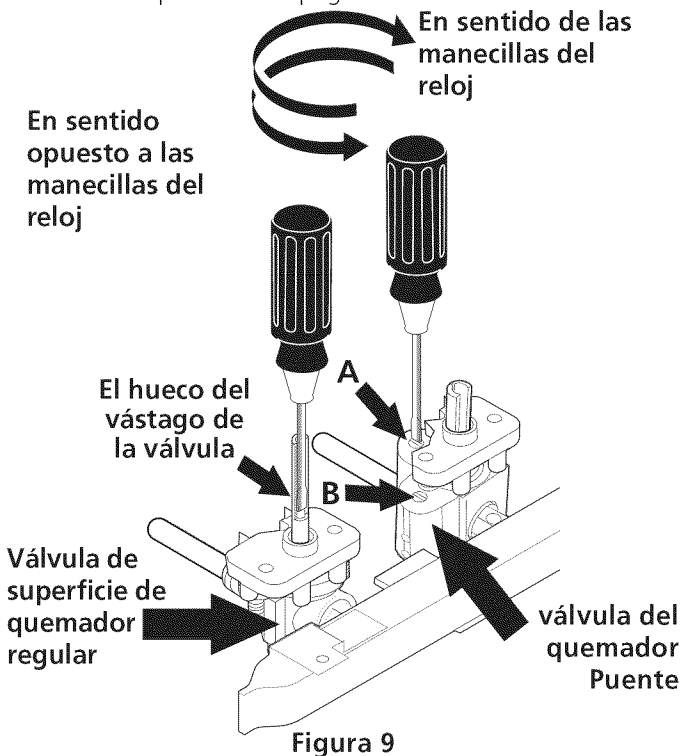

Figura 9
5. Ajuste bajo "LOW" para la válvula de quemador de superficie doble (algunos modelos) (Figura 9)